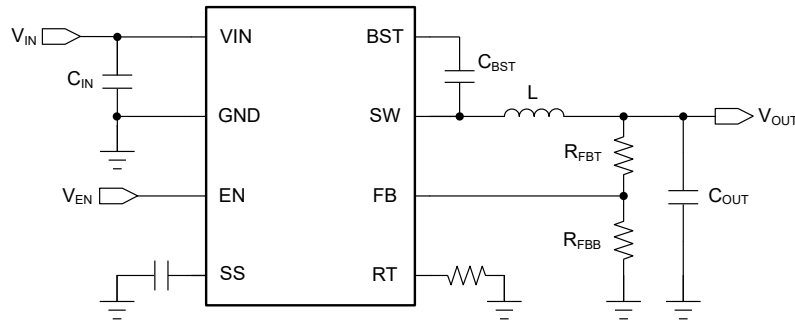
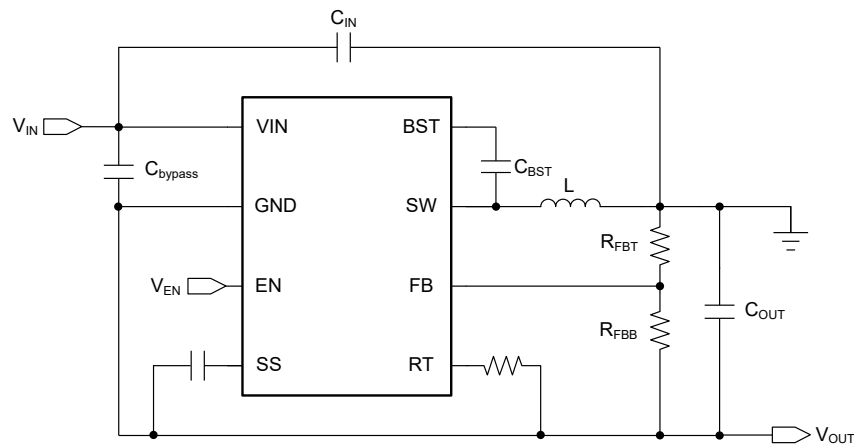

图 1-1. 降压转换器应用
图 1-2. 降压/升压转换器应用
反相降压/升压拓扑与降压拓扑相似。在图 1-1 所示的降压配置中，正极连接 (V_{OUT}) 连接到电感器，负极连接到集成电路 (IC) 地 (GND)。然而，在图 1-2 所示的反相降压/升压配置中，IC GND 用作负输出电压引脚。降压配置中的正输出用作 GND。这种反相拓扑允许输出电压反相并且始终低于 GND。